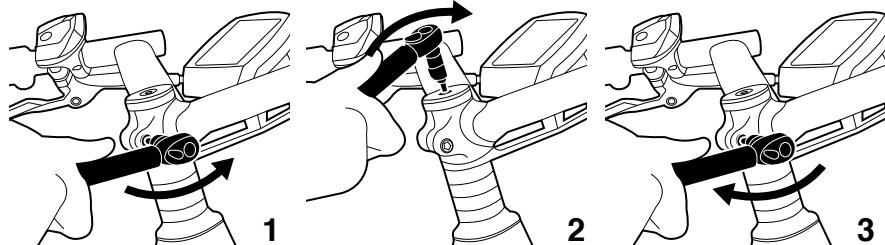

Abb. 12. Schritte zur Einstellung des Steuersatzes
Der Steuersatz verfügt jeweils oben und unten am Steuerrohr über ein Lager und eine Lagerschale. Alle Moustache-Fahrräder sind mit einem Ahead-Steuersatz ausgestattet. Dieser wird anhand der runden Kappe oben am Vorbau eingestellt (*siehe Abb. 12*).
1. Lösen Sie die Schraube(n) am Vorbau, siehe Schritt 1 in Abb. 12
2. Ziehen Sie dann schrittweise (ohne Gewalt) die Schraube in der Aheadkappe an, bis kein Spiel mehr vorhanden ist, siehe Schritt 2 in Abb. 12.
4. Ziehen Sie die Schraube(n) am Vorbau wieder mit dem empfohlenen Anzugsdrehmoment an, siehe Schritt 3 in Abb. 12.